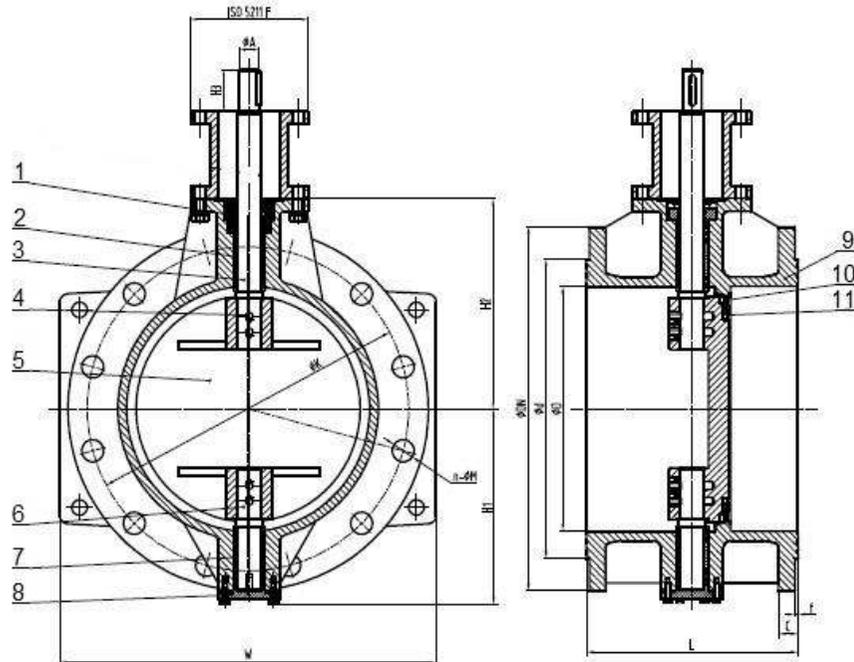

Рис.1 Затвор поворотный с двойным эксцентриситетом.
2.1 Присоединение затворов к трубопроводу – фланцевое, с соединительными размерами по ГОСТ 33259-2015. Тип привода-редуктор (Рис.1, Табл.№1 и Табл.№2). Размеры верхнего фланца соответствуют ISO 5211F (см. Рис.1, Табл.№2). Температура рабочей среды до +80°С.